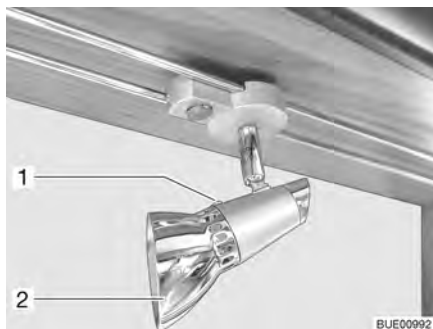

Fig. 238 Spot halogène (coulissant)
- Dévisser la vis de fixation (Fig. 238,1).
- Retirer l'abat-jour (Fig. 238,2).